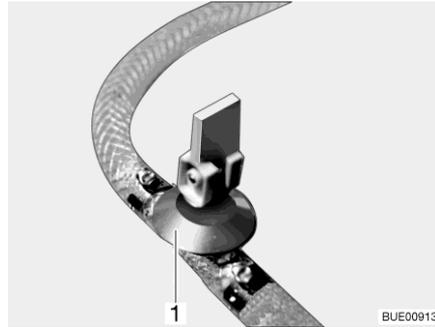
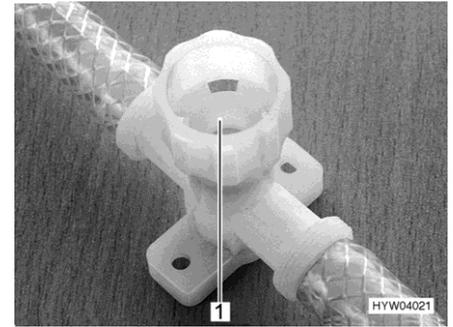

Fig. 187 Rubinetto di scarico (con leva a bilanciere)
Fig. 188 Rubinetto di scarico (con tappo a vite)
- Aprire tutti i rubinetti di scarico. Mettere la leva a bilanciere del rubinetto di scarico (Fig. 187,1) in posizione verticale o chiudere il coperchio del rubinetto di scarico (Fig. 188,1) in senso antiorario.